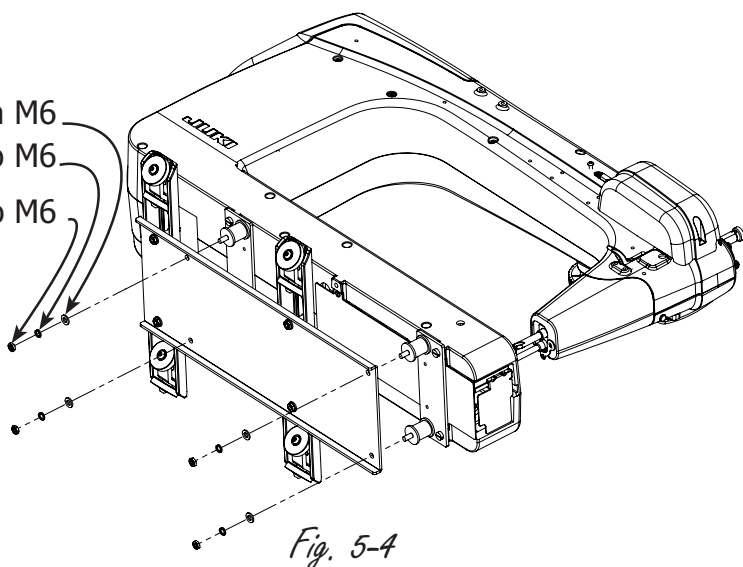

Fig. 5-4
5-4: Attaccare la piastra di smorzamento della macchina e le rotelle al Juki Quilt Virtuoso Pro inserendo le aste filettate degli smorzatori in gomma all'interno dei fori situati sulla piastra di smorzamento, come mostrato in fig. 5-4. Far scivolare le rondelle M6 (1), le rondelle di blocco M6 (1) e i controdadi M6 (1) su ogni asta filettata, dunque serrare mediante chiave M10.